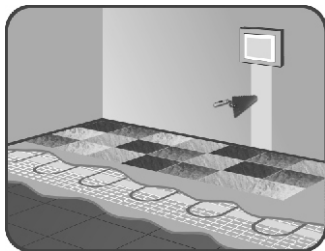

Рисунок 5
15. Заделайте раствором канавку на стене, в которой подведены к терморегулятору провода питания и заземляющего контура, установочные провода нагревательного мата и датчик температуры в гофрированной трубке (рисунок 5).